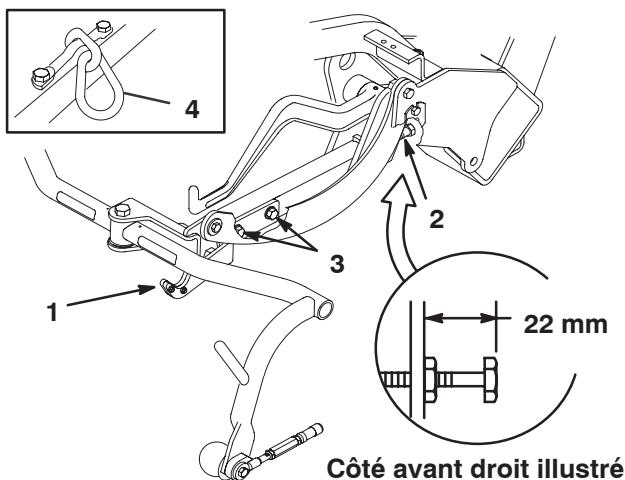
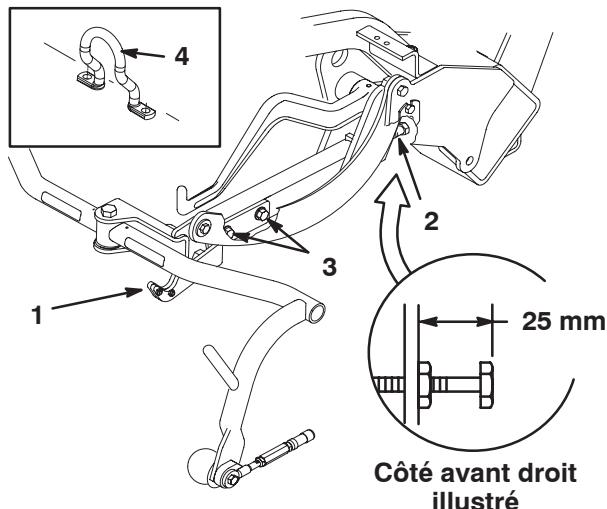

Figure 20
Figure 22
Vérifiez la hauteur de transport (Fig. 20 et 22) et ajustez-la au besoin.
2. Sur les plateaux de coupe équipés d'un maillon de chaîne ou d'un crochet de levage droit (Fig. 20 et 21, encarts), vérifiez que la distance entre le haut de la vis de réglage du bâti porteur et l'arrière du bâti porteur est de 22 mm. Si ce n'est pas le cas, passez à l'étape 4. Si le plateau de coupe est équipé d'un crochet de levage décentré (Fig. 22), passez à l'étape suivante.
3. Sur les plateaux de coupe équipés d'un crochet de levage décentré (Fig. 22, encart), vérifiez que la distance entre le haut de la vis de réglage du bâti porteur et l'arrière du bâti porteur est de 25 mm. Si ce n'est pas le cas, passez à l'étape 4.
4. Desserrez les vis de la plaque de transport (Fig. 20–22).
7. Si les bâts porteurs ne sont pas tous à la même hauteur, desserrez l'écrou de blocage de la vis de réglage de chaque bâti (Fig. 20–22). Tournez la vis vers l'extérieur pour éléver le bâti, ou vers l'intérieur pour l'abaisser. Serrez l'écrou de blocage une fois la hauteur correcte obtenue.